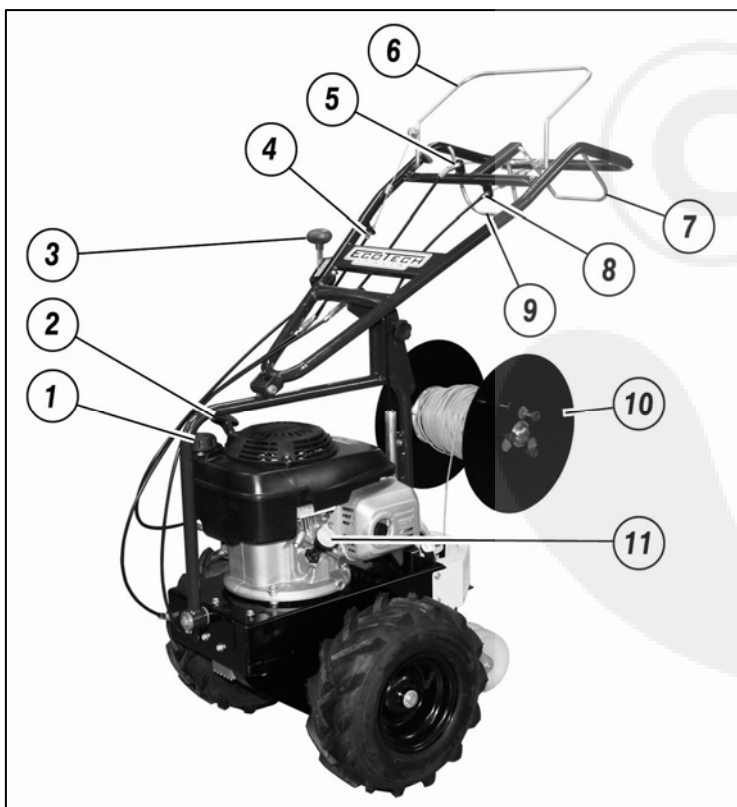

Abb.1
- Überprüfen Sie, dass der Ölstand nicht unter dem Minimum liegt: Die Verschlusskappe (Abb. 1 Nr. 11) aufschrauben, mit einem sauberen Tuch den Ölmesstab reinigen und die Verschlusskappe wieder aufschrauben. Erneut aufschrauben und überprüfen, ob der Ölstand zwischen den zwei Kerben, Minimum und Maximum, liegt. Liegt der Ölstand unter dem Minimum, mit Öl auffüllen, bis der optimale Ölstand erreicht ist. (Das geeignete Öl erhalten Sie bei Ihrem Händler).
- Überprüfen Sie, dass alle Hebel in neutraler Stellung stehen (Abb. 1 Nr. 6/Nr. 9).
- Für den Kaltstart des Motors, den Gashebel (Abb. 1 Nr. 3) auf die START-Position stellen.
- Den Drehgriff zum Anlassen des Motors greifen (Abb. 1 Nr. 2) und dann einen energischen Ruck ausüben. Einige Minuten warten, bis der Motor seine Betriebstemperatur erreicht, bevor Sie die Maschine auf Hochtouren bringen.
Bevor mit der Arbeit begonnen wird, das Kabel in die entsprechende Kabelspule legen, die Einbautiefe einstellen, das Kabelende an einen Pflock binden und sicher stellen, dass sich in einem Aktionsradius von mindestens 15 Metern keine Personen, Tiere oder Wertsachen befinden. Dann den Motor starten, und sobald er warm gelaufen ist, mit der Arbeit beginnen. Den Drehschalthebel der Fräse bis zum Anschlag betätigen (Abb. 1 Nr. 9), den Vorschubhebel bis zum Anschlag einlegen und mit der Arbeit beginnen, dabei stets höchste Vorsicht walten lassen. Die unten aufgelisteten Beschreibungen der Arbeitsschritte aufmerksam lesen. Im Sommer oder wenn der Boden besonders trocken ist, die Wiese vor Arbeitsbeginn reichlich gießen.
**DIE MASCHINE BENÖTIGT EINE EINFahrZEIT! WÄHREND DER ERSTEN BETRIEBSSTUNDE STELLEN SICH DIE RIEMEN EIN. ÜBERPRÜFEN SIE, DASS DIE SPANNFEDERN STETS ANGEMESSEN ARBEITEN** (Abb. 1 Nr. 4/Nr. 5).
Für einen besseren Maschinengebrauch empfehlen wir, aufgrund der vielfältigen Kabelarten und der auf dem Markt vorhandenen Spulentypen, das Kabel auf die dafür vorgesehene Kabeltrommel aufzuwickeln (Abb. 1 Nr. 10), mit Hilfe des an der Kabeltrommel befindlichen Hebels. Es ist wichtig, das Kabel im Uhrzeigersinn aufzuwickeln, um während der Arbeit eine perfekte Abwicklung des Kabels (Abb. 2) zu gewährleisten. Möchte man hingegen die bereits aufgewickelten Kabelspulen verwenden, kann die linke Wandseite von der Kabeltrommel abmontiert werden, indem die drei Knöpfe (Abb. 3) gelöst werden und an der Wandseite eine leichte Drehung durchgeführt wird. Die Spule auf das Rohr der Kabeltrommel positionieren, eventuell unter Verwendung von Adaptern, dann die Wand wieder montieren und die drei Knöpfe fest anziehen. Nachdem das Kabel in der Kabeltrommel positioniert ist, das Kabelende in das Rohr der Flosse (Abb. 4) einfädeln, bis es unten einige Zentimeter herausragt.
Um die Einbaugeschwindigkeit ins Erdreich zu regulieren, wird der Gashebel (Abb. 1 Nr. 3) betätigt, wobei die Motordrehzahl erhöht oder gesenkt wird. Regulieren Sie **NIEMALS** die Geschwindigkeit, indem Sie die Kupplungsscheiben leicht aus dem Getriebegehäuse gleiten lassen. Durch eine solche Tätigkeit werden schwerwiegende Schäden am mechanischen Teil des Getriebes verursacht. Der Vorschubhebel (Abb. 1 Nr. 9) muss **STETS** bis zum Anschlag gezogen werden, d.h. er muss den Lenker berühren.